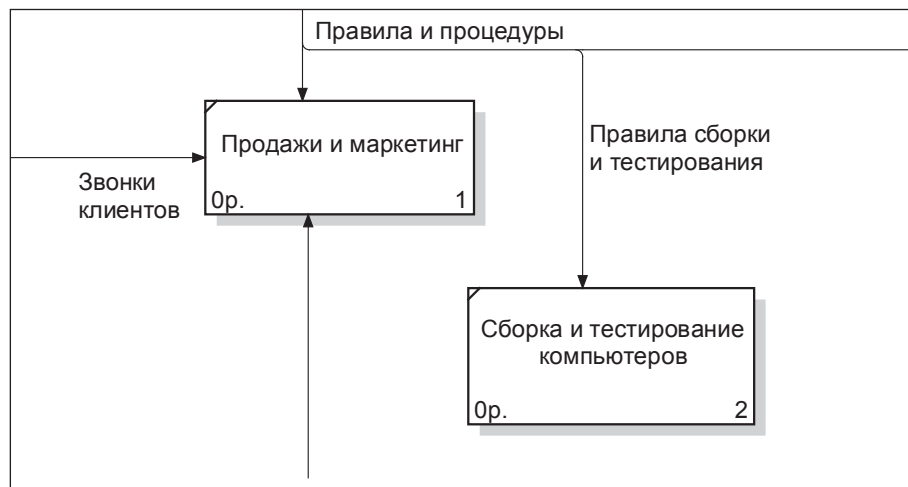

Рис. 2.4. Стрелка «Правила сборки и тестирования»
5. Правой кнопкой мыши щелкните по ветви стрелки управления работы «Сборка и тестирования компьютеров» и переименуйте ее в «Правила сборки и тестирования» (рис. 2.4).